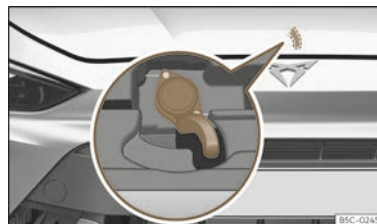

Abb. 239 Hebel unter der Motorraumklappe.
- Um die Frontklappe zu öffnen, drücken Sie den unterhalb der Frontklappe mittig vorgesehenen Hebel mit der Hand nach links >>> (Abb. 239) ②. Die Fanghaken werden entriegelt.